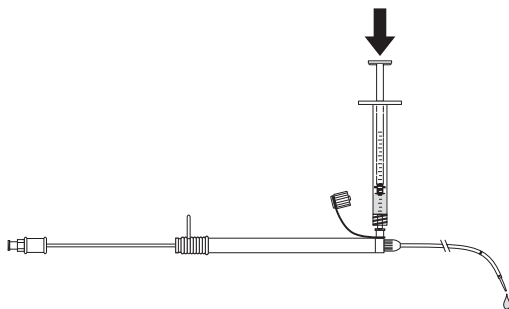

Fig. 2
4. Inmediatamente antes de introducir el sistema de implantación en el organismo, utilice una jeringa de 1 mL para lavar el sistema de implantación con solución salina a través del orificio de lavado del brazo lateral. Lave hasta que salgan unas gotas de solución salina por la punta distal, entre la vaina exterior (d) y el catéter interior (e) del sistema de implantación. (Fig. 2)